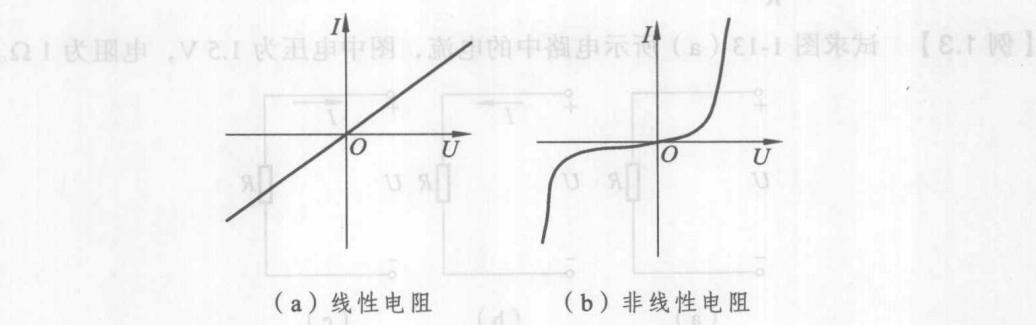

图 1-15 两种电阻的伏安特性曲线
(1) 线性电阻：伏安特性曲线如图 1-15 (a) 所示，电阻值是常数。
(2) 非线性电阻：伏安特性曲线如图 1-15 (b) 所示，电阻值不是常数。